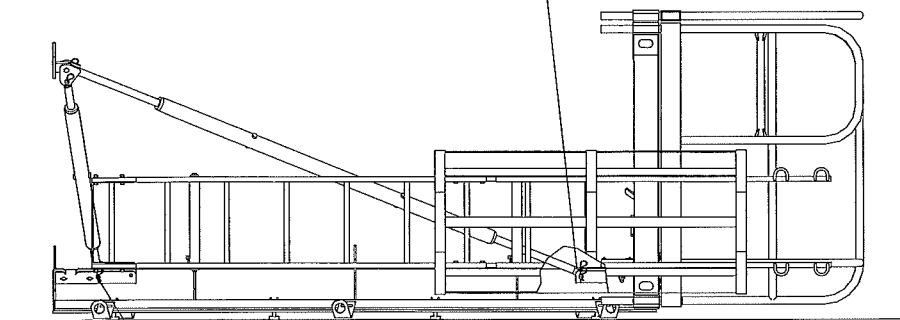

Fig.17
2. Assicurare i puntelli e i bracci con perni e inserti a molla (fig. 17).